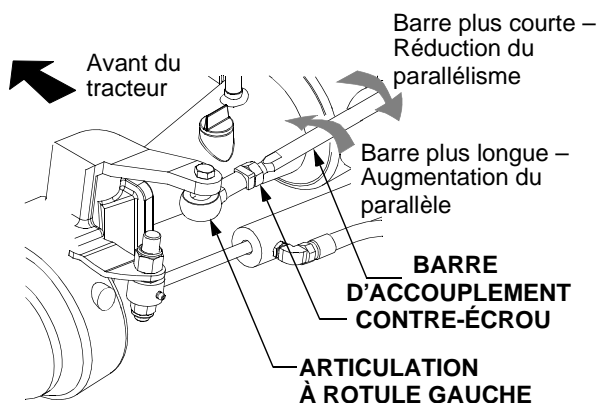

Figure 31
- Desserrez les contre-écrous sur les articulations à rotule gauche et droite. Voir la Figure 31.
- Appliquez une clé à fourche sur la zone plate située aux deux extrémités de la barre d'accouplement puis tournez la barre comme suit : En arrière pour raccourcir la barre d'accouplement et réduire ainsi le parallélisme. Voir la Figure 31.
En avant pour rallonger la barre d'accouplement et accroître ainsi le parallélisme. Voir la Figure 31.